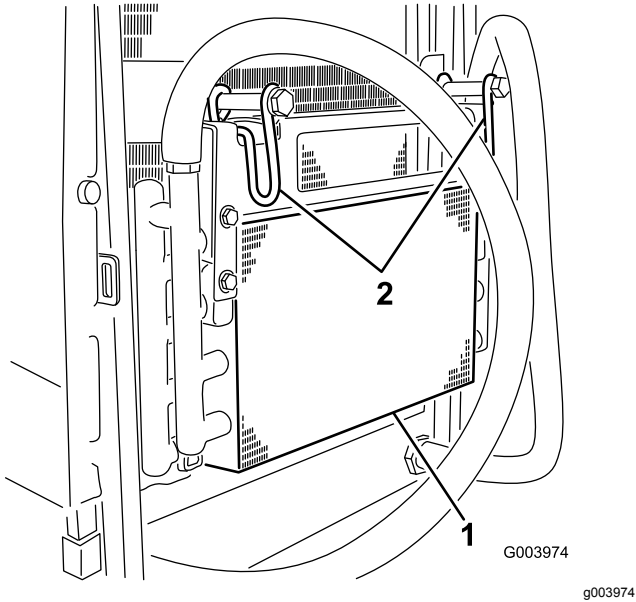

図 61
- オイルクーラのラッチを内側に倒してオイルクーラを外す 図 61。